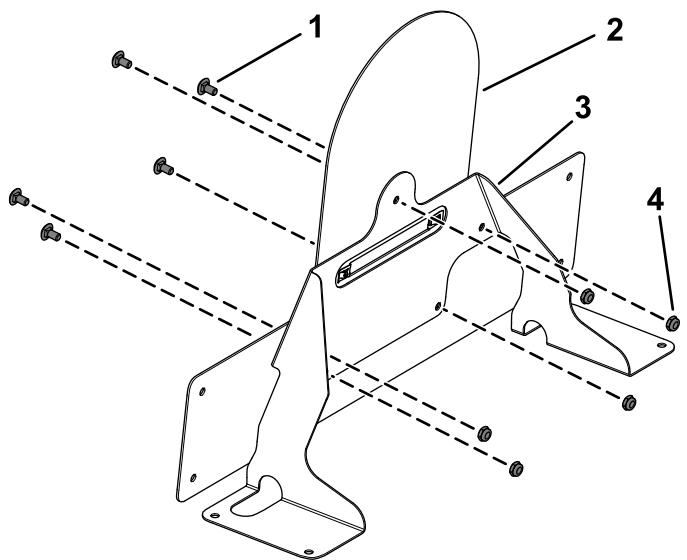

**Figura 26**
6. Montate le 2 piastrine per viti autofilettanti sul supporto della piastra dell'adesivo del limite di velocità (Figura 26).